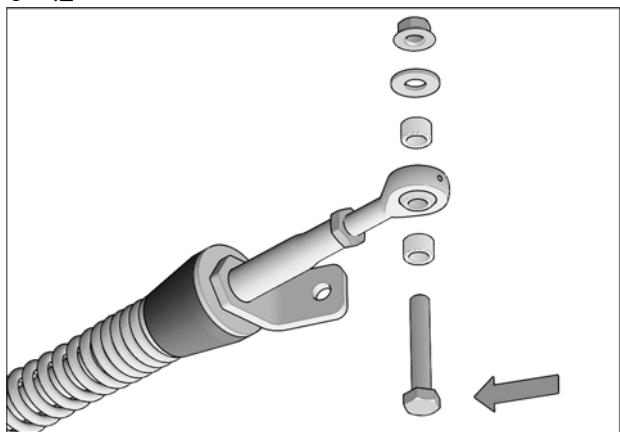

Fig. 3
3. Retirer le boulon, la rondelle et les espaceurs installés à la rotule du bras stabilisateur. Voir la Fig. 3.